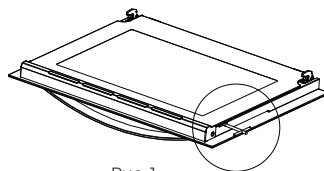

Рис. 1
1. При помощи заостренного инструмента или крестовой отвертки освободите внутреннее стекло (рис. 1 или 2).